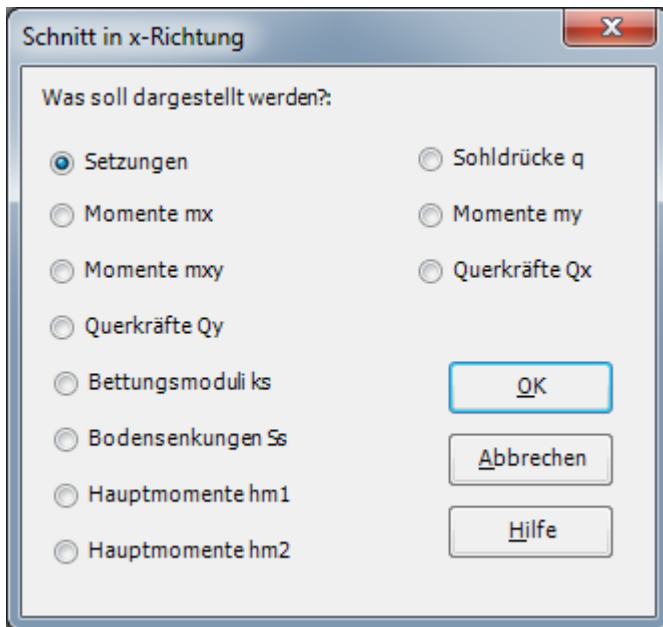

Bild 13.54 Optionsfeld "Schnitt in x -Richtung"
- Wählen Sie "Schnitt in x -Richtung" aus dem Menü "Schnitte". Das folgende Optionsfeld im Bild 13.54 erscheint